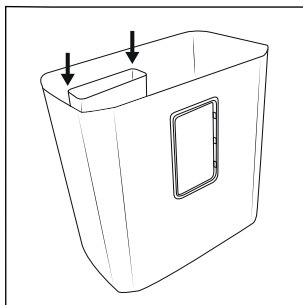

Fig. 1
- ◆ Montare il contenitore di raccolta piccolo **10** nel contenitore di raccolta grande **12**. Per farlo, spingere il contenitore di raccolta piccolo **10** verso il basso lungo i binari di guida del contenitore di raccolta grande **12**, finché non s'innesta completamente (vedere fig. 1).
- ◆ Montare il contenitore di raccolta piccolo **10** nuovamente nel contenitore di raccolta grande **12** (vedi Fig. 1).